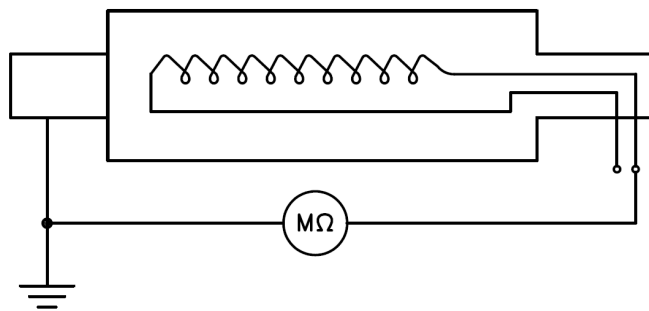

Figure 2
- En ce qui concerne **les enroulements rotorique**, mesurer la résistance d'isolement entre un terminal de l'enroulement du rotor principal sur le pont redresseur et la masse du rotor (arbre). (voir **figure 2**)